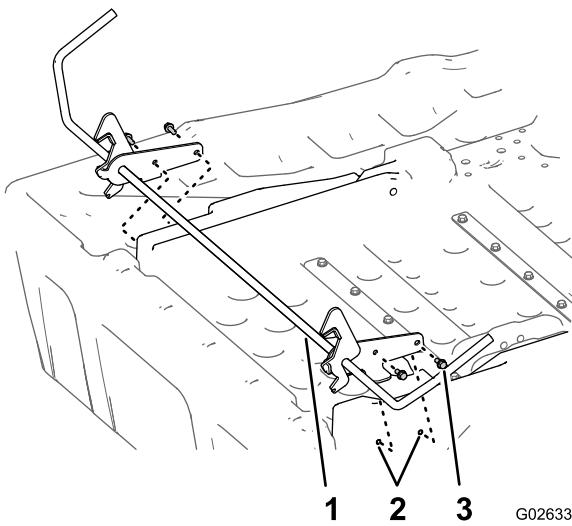

Figura 10
- Allineate i fori nel gruppo fermo del kit con l'inserto filettato nel nuovo pianale (Figura 10).
- Fissate il fermo al pianale con 4 bulloni a testa flangiata (5/16 x 3/4 poll.); fate riferimento a Figura 10.